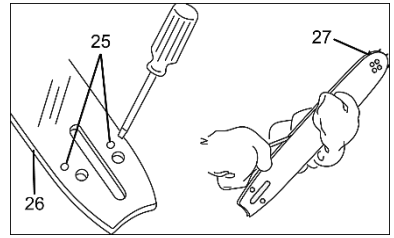

Рисунок 3
- Перевірте, щоб канал для оливи (25, рисунок 3) та направляючі на напрямній шині (26, рисунок 3) не були засмічені. При необхідності прочистіть їх.
- Перевірте, чи вільно обертається зірочка (27, рисунок 3) на вістрі напрямної шини. Якщо після виконання всіх зазначених вище заходів робота системи змащення не відновилася, слід звернутися до фірмового сервісного центру ТМ WORCRAFT.